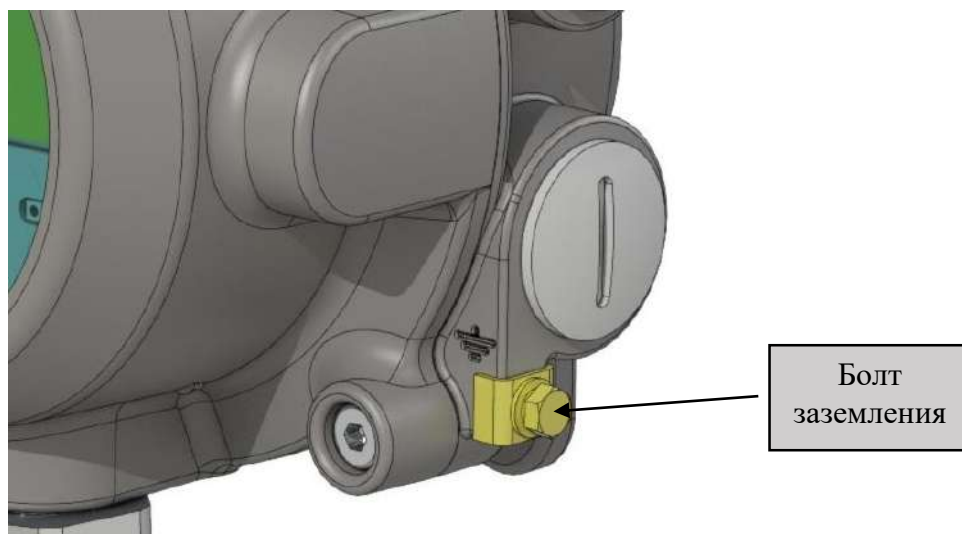

Рисунок 8 – Болт внешнего заземления
- место соединения наружных заземляющих проводников после присоединения должны предохранены от коррозии путём нанесения слоя консистентной смазки (см. рисунок 8).